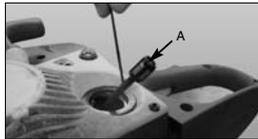

Abb. 19
- 4. Retire o filtro (A) do reservatório (fig. 19).